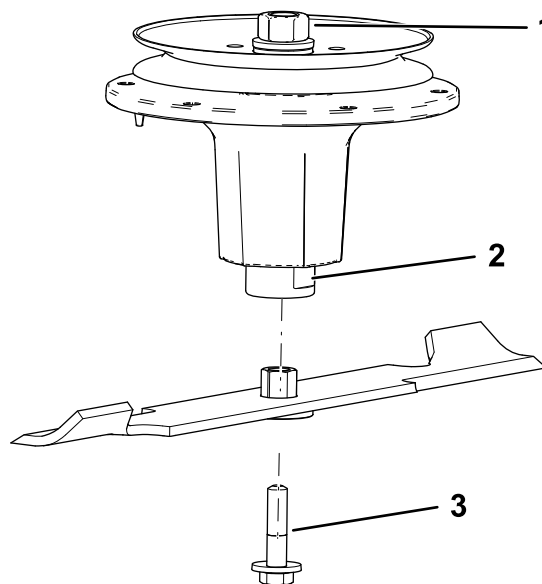

Figura 111
- Instale o conjunto do casquilho/lâmina no eixo (Figura 111).